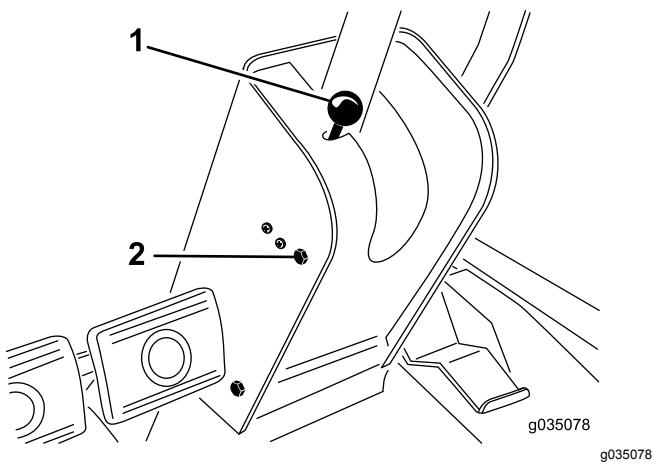

Figura 26
1. Retire o botão do travão de estacionamento e os parafusos da cobertura da coluna de direção (Figura 26).